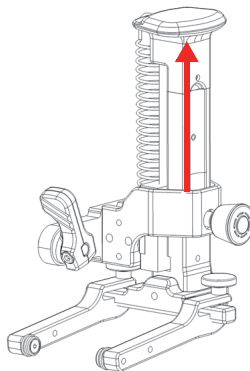

图 3-4 将导轨滑动到锁定位置
9. 为了方便安装, 可将探头托架提起来, 方法是向上滑动弹簧加载臂 (SLA) 导轨, 使其到达锁定位置 (参见第65页的图 3-4)。